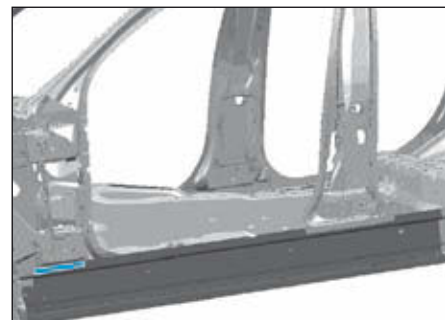
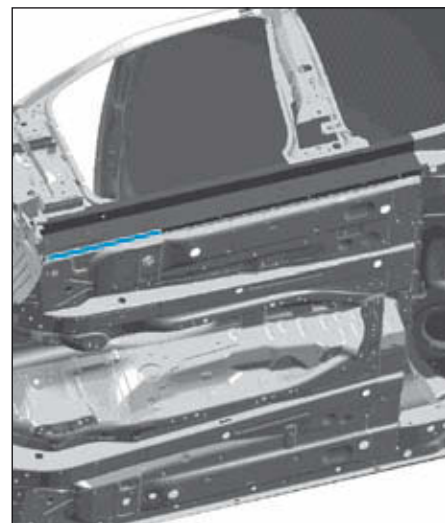
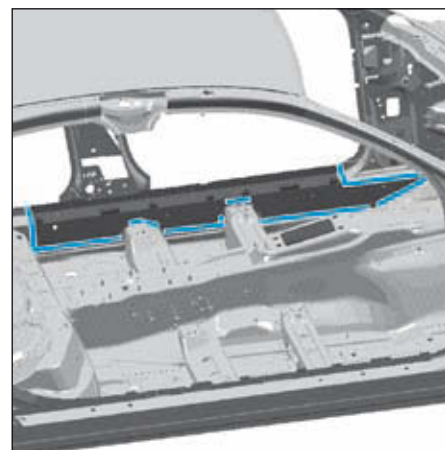

FIG.59
FIG.60
FIG.61
- Détacher l'assemblage d'origine (Fig.59), (Fig.60) et (Fig.61).